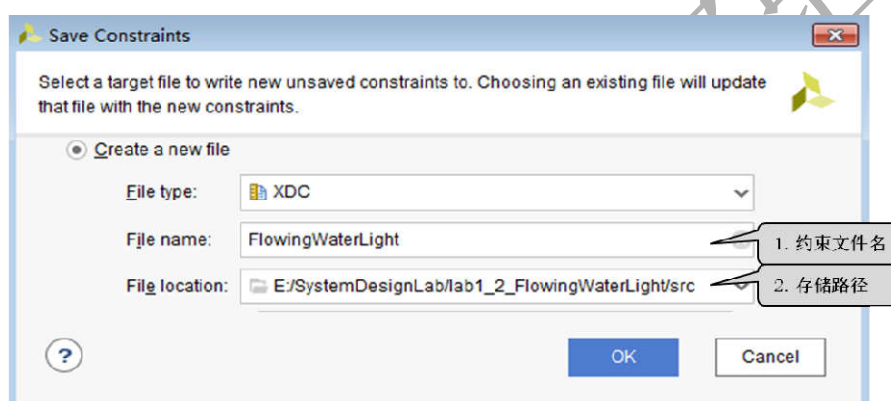

图 A4.43 填写约束文件名
③完成所有引脚约束之后，点击工具栏中的保存按钮，在图 A4.43 所示的界面中输入约束文件的文件名：FlowingWaterLight；选择存储路径，一般存储在源文件夹 src 中。然后，点击 OK 完成引脚约束过程。